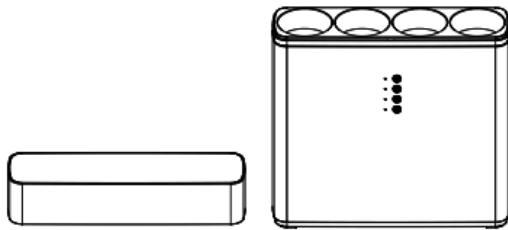

Fig. 1
2. Ouvrez le couvercle supérieur en plastique de l'appareil (Fig. 1).